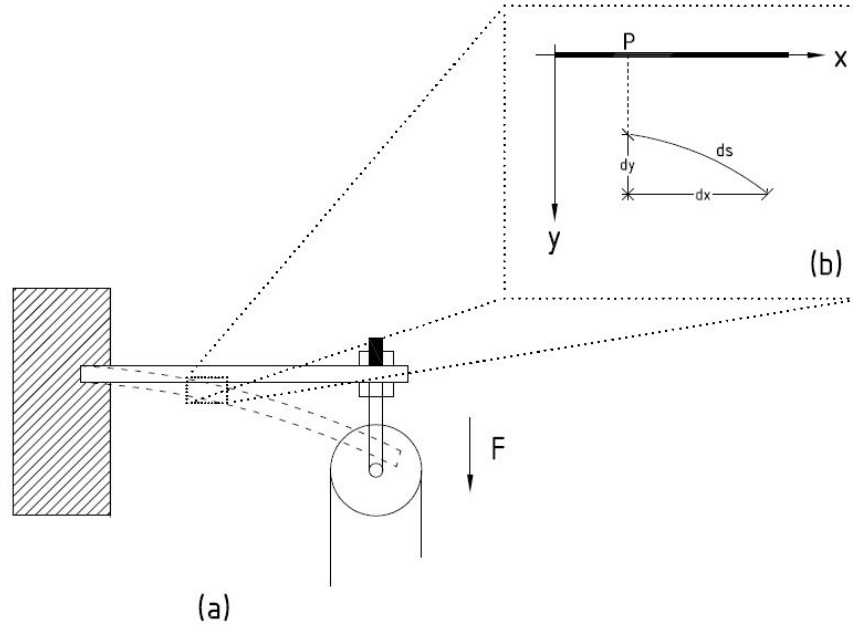

Figura 11: Flexión de la viga y punto P .
En una obra en construcción se quiere armar un elevador de carga usando de apoyo una viga horizontal empotrada en un solo extremo, tal como se muestra en la Figura 11 (a). La fuerza (F) aplicada en el extremo libre provocará la flexión de la viga. Para cuantificar esta deformación, es necesario relacionar el desplazamiento (y) de la viga con el momento flector (M) causado por F . En la Figura 11 (b) se muestra la flexión que sufre un punto P que se encuentra a una distancia x del empotramiento de la viga. La cantidad ds es la longitud del arco de viga asociado a los incrementos dx y dy .